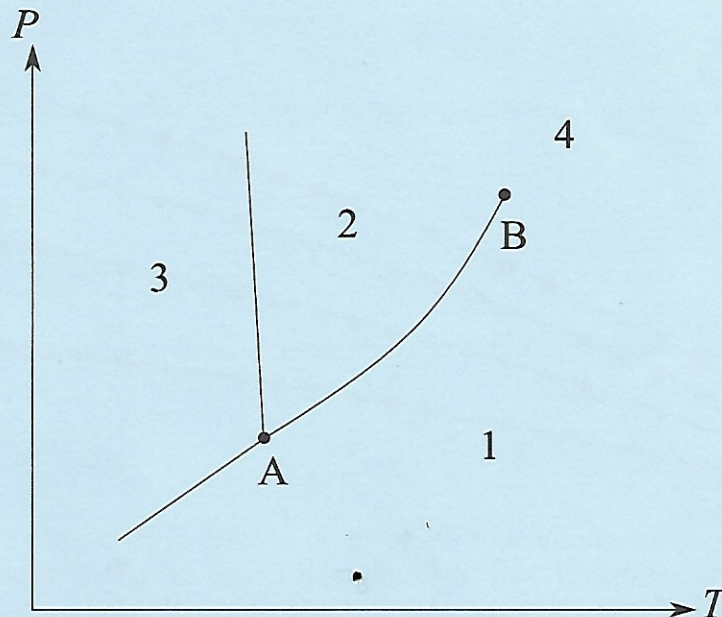

Figure 6 - Diagramme de phases (P, T) de l'eau
- Q32.** Le diagramme de phases de l'eau est présenté sur la **figure 6**. Recopier ce diagramme et identifier les domaines d'existence des différentes phases. Préciser le nom des points caractéristiques A et B.